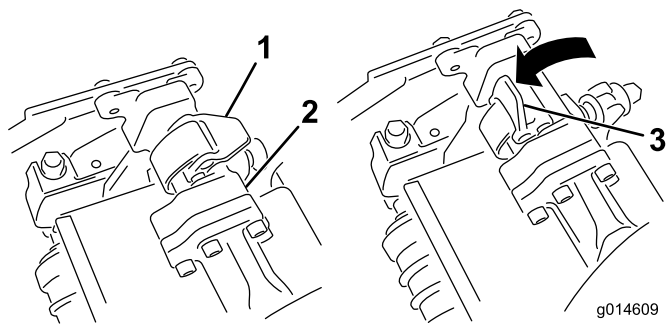

図 33
3. サスペンション・アームのバーについているラッチを上向き(開いた状態)にして(図 33)、サスペンション・アームを押し下げて、バーを、カッティングユニットのバーの上に被せるようにする(図 34)。
4. ラッチを下げるとカuttingユニットのバーがロックされてユニットがアームにセットされる (図 33)。
4. 取り外したいCuttingユニットのサスペンション・アームのバーについているラッチを開く（図 33）。